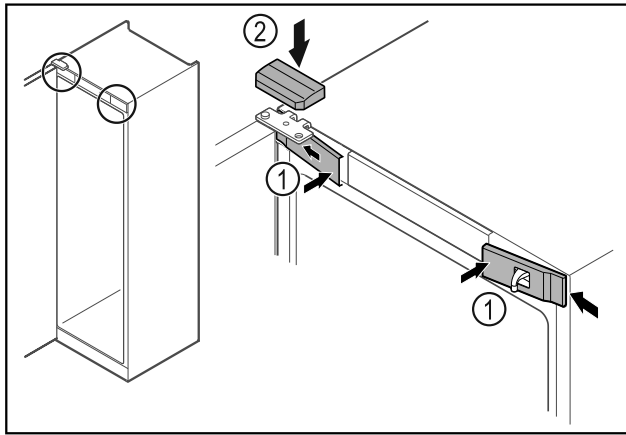

Fig. 42
- ▶ Αναρτήστε τα μπροστινά καλύμματα Fig. 42 (1) στο πλάι και κουμπώστε τα.
- ▶ Κουμπώστε το επάνω κάλυμμα Fig. 42 (2) από πάνω.